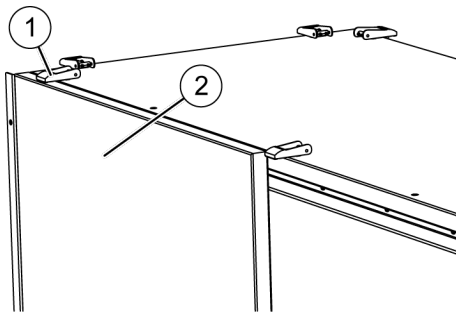

Abb. 37: Spannverschluss
- 26.** Verkleidung (Abb. 37/2) an das Gerät andrücken und mit dem Spannverschluss (Abb. 37/1) befestigen.